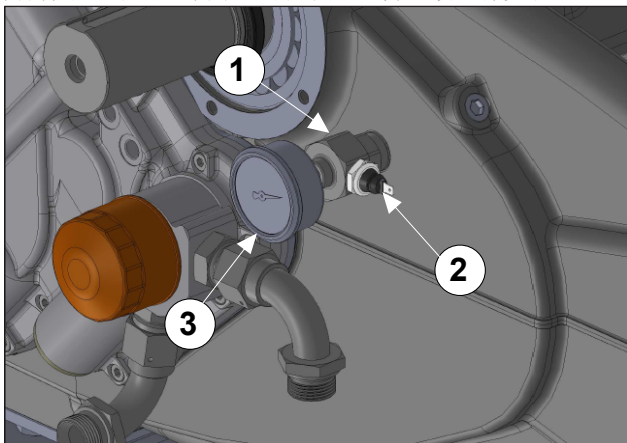

图 133
利用LOX-EAL接头密封胶53-14或类似产品涂抹三通接头(①)，塞盖(②)和压力表(③)图 133并继续进行安装。